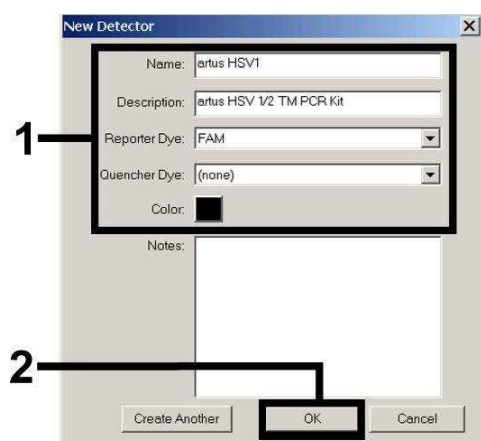
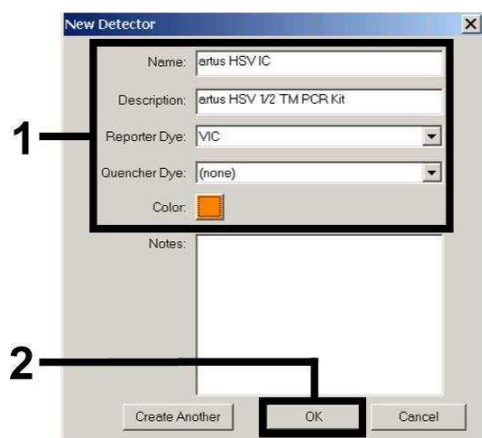
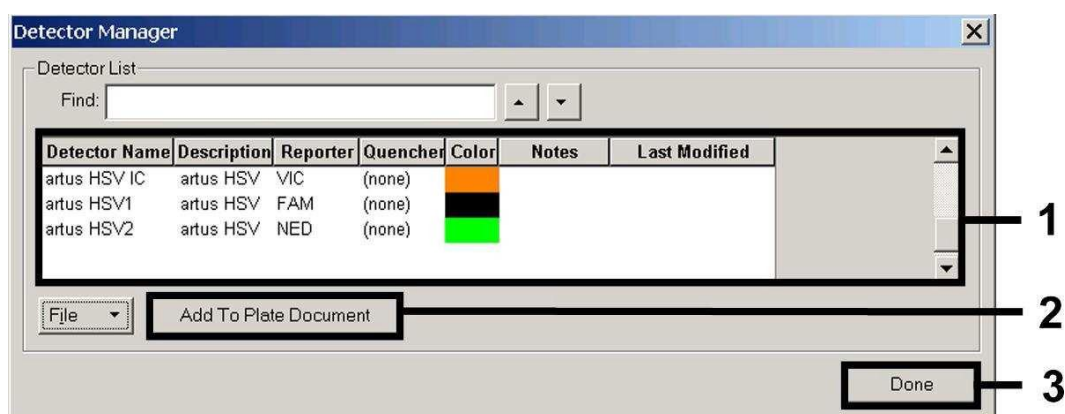

Fig. 4: Udarbejdelse af den HSV1-specifikke detektor (*Detector Manager*).
Fig. 6: Udarbejdelse af den *Interne Kontrol*-specifikke detektor (*Detector Manager*).
Fig. 7: Valg af detektorer (*Detector Manager*).
Definér i vinduet, som nu kommer frem, reporter/quencher-kombinationen **FAM/none** hhv. **NED/none** (tilsvarende Fig. 4 – Fig. 6) for at påvise HSV1-DNA hhv. HSV2-DNA. Vælg til detektion af den *Interne Kontrol*, kombinationen **VIC/none**. Ved bekræftelsen af indtastningerne (OK) vender De tilbage til *Detector Manager*. Markér de lige oprettede detektorer, og transferer hvert udvalg, ved at klikke på optionen *Add to Plate Document*, til *Well Inspector* (se Fig. 7). Luk vinduet (*Done*).